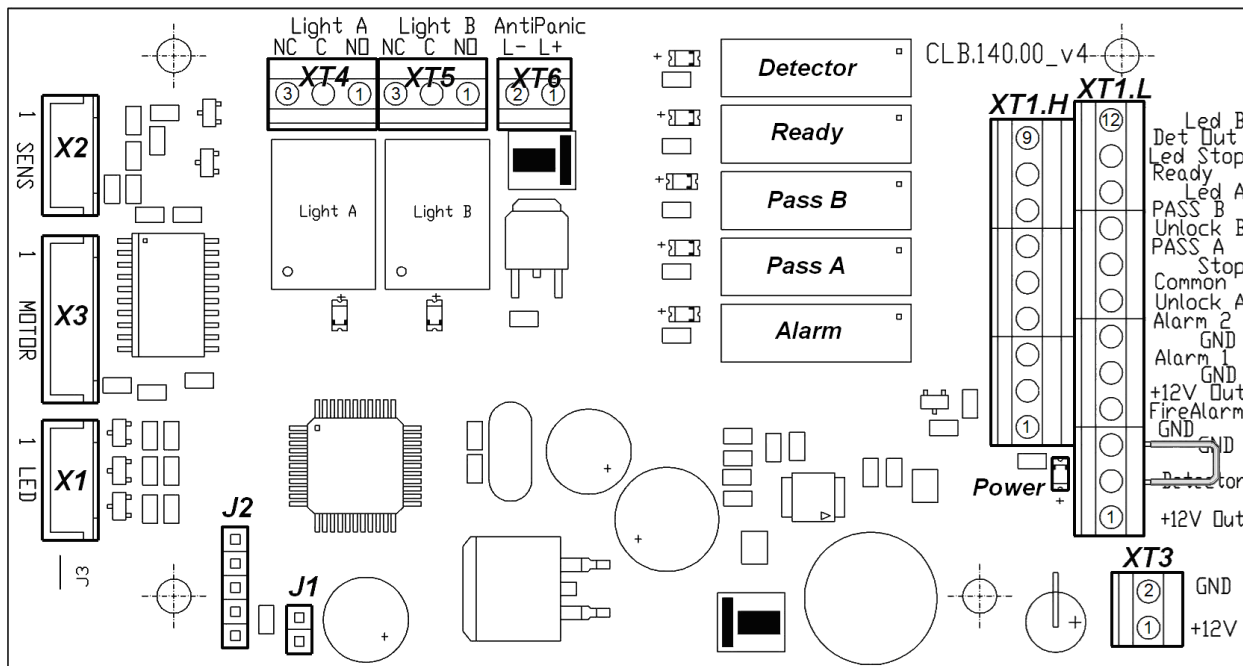

Рисунок 4. Внешний вид платы управления
Общий вид платы управления показан на рис. 4. На плате расположены:
Подключение указанных устройств производится в соответствии со схемой электрических соединений (см. рис. 4 и 10) к выносной клеммной колодке **XS1**, на которую выведены контакты с клеммных колодок **XT1.L** и **XT1.H** платы управления. Подключение осуществляется с помощью кабеля (14).
Факт срабатывания/отпускания реле *PASS A*, *PASS B*, *Ready*, *Detector* и *Alarm* можно определить по загоранию/ гашению красных индикаторов, которые установлены вблизи указанных реле (см. рис. 4).